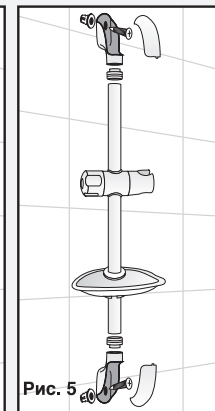

Рис. 5
7. При определении положения ползуна на направляющем рельсе (см.рис.5) учтите рост самого высокого человека, который будет регулярно пользоваться душем.